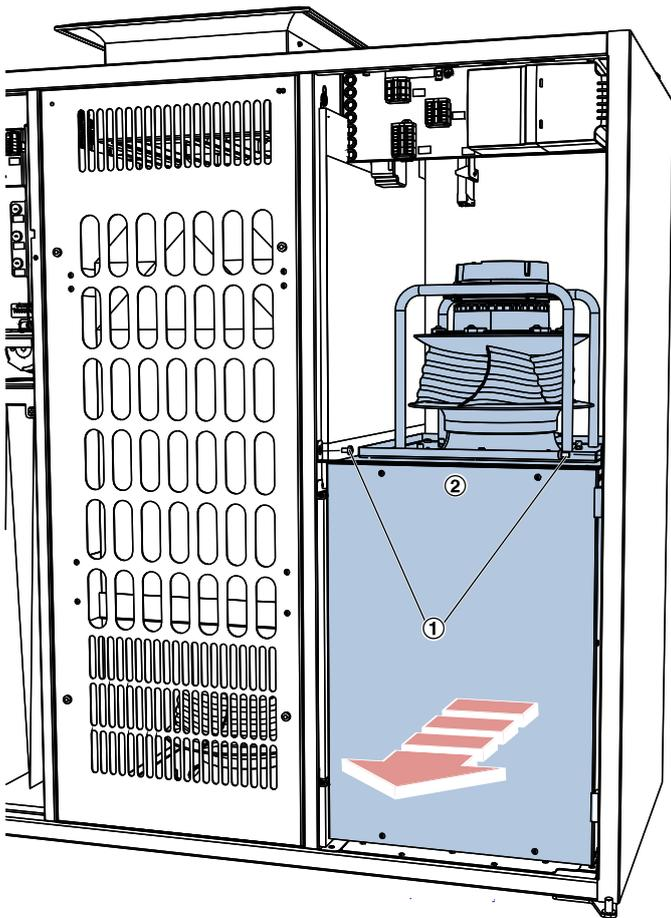

Abb. 12: Abluft-Ventilator und Schalldämpfer entnehmen
6. ▶ Anschlussleitung vom Abluft-Ventilator am Stecker trennen. Schrauben ( Abb. 12 /1) lösen und Ventilator mit Schalldämpfer ( Abb. 12 /2) nach vorne herausziehen.